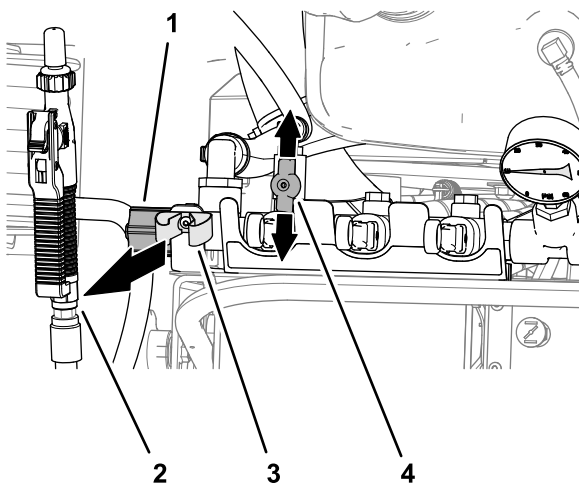

Figure 47
3. Sortez l'applicateur manuel du clip de support sur le côté gauche de la machine (Figure 47).
5. Ouvrez la vanne de coupure de l'applicateur manuel (Figure 47).
6. Utilisez la vanne d'étranglement (Figure 47) pour réguler la pression du système de pulvérisation comme suit :
9. Fermez la vanne de coupure de l'applicateur manuel, arrêtez la pompe de pulvérisation et insérez l'applicateur manuel dans le clip de support (Figure 47).